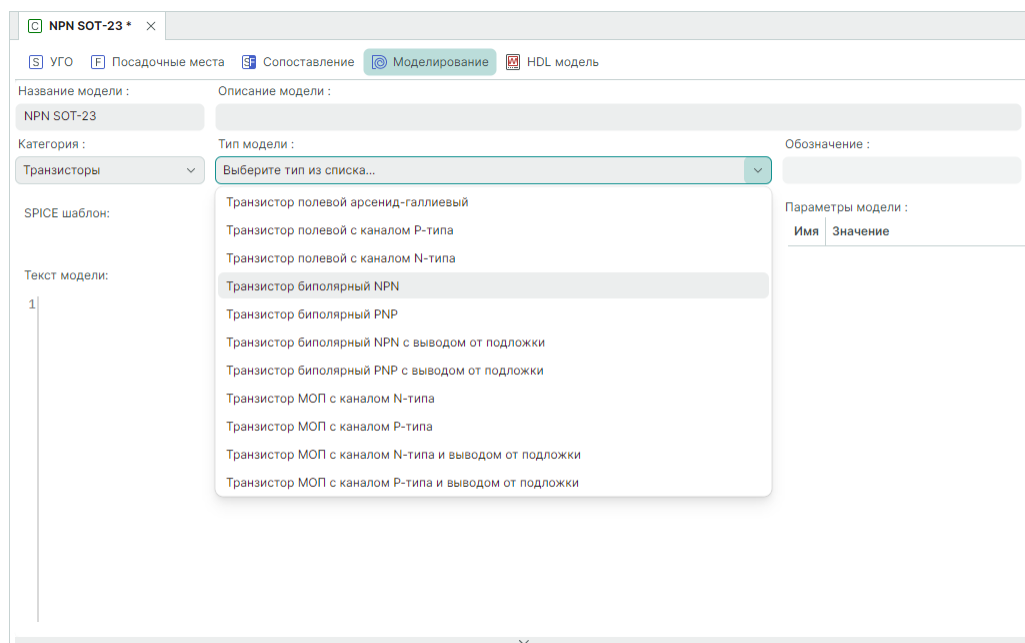

Рис. 17 Выбор типа модели
5. Из выпадающего списка «Тип модели» выберите соответствующий тип модели, см. Рис. 17.